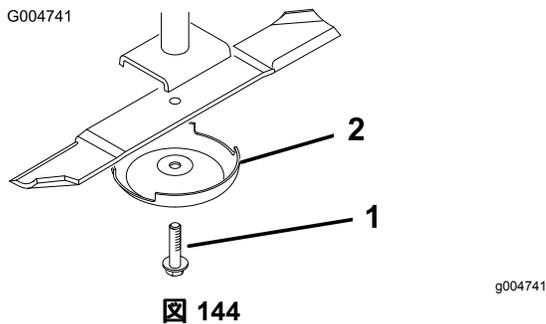

図 144
4. ブレードの一端部をウェスで包むか手に頑丈な手袋をはめるかして、ブレードを手で持ち、ブレードボルト、芝削り防止カップ、ブレードをスピンドルシャフトから外す (図 144)。